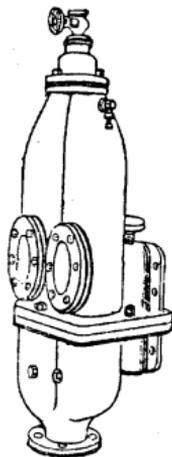

Fig. 543.
**Pulsomètre** (fig. 543). — Pompe à vapeur à double effet dans laquelle la vapeur exerce directement sa pression sur le liquide à élever. On a soin d'introduire une petite quantité d'air à chaque refoulement, air qui se place entre la vapeur et l'eau pour former matelas, éviter les chocs. Le pulsomètre est d'une installation facile et économique.